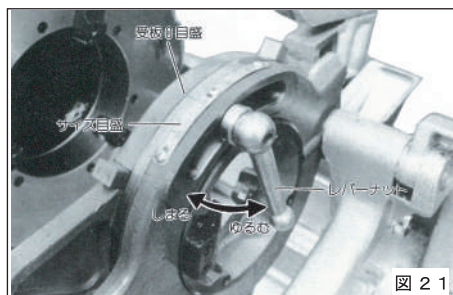

図 21
- ④ ダイヘッドを往復台にセットしてください。
- ⑤ レバーナットをゆるめ、面取りするパイプ寸法（サイズ目盛）の受板の0目盛を合わせてからレバーナットを締め付けてください。（図 21）